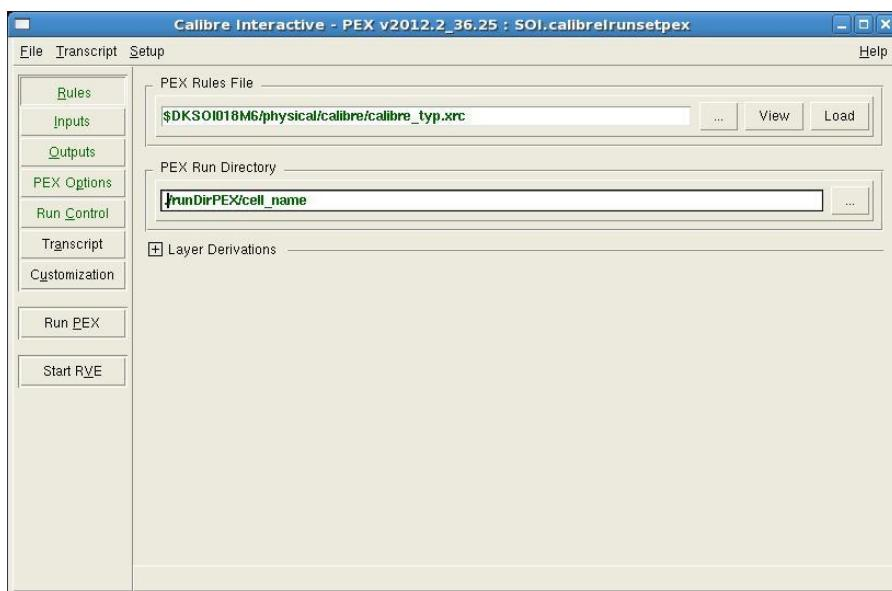

Рис. 9.11. Вкладка для указания пути к файлу экстракции и рабочему каталогу.
- 4) При правильной настройке КСП поле “PEX Rules File” на вкладке “Rules” в основном окне Calibre PEX заполняется автоматически. Также пользователю предлагается указать в поле “PEX Run Directory” рабочий каталог, куда Calibre будет помещать создаваемую в процессе экстракции информацию, либо оставить его значение по умолчанию (рис. 9.11).